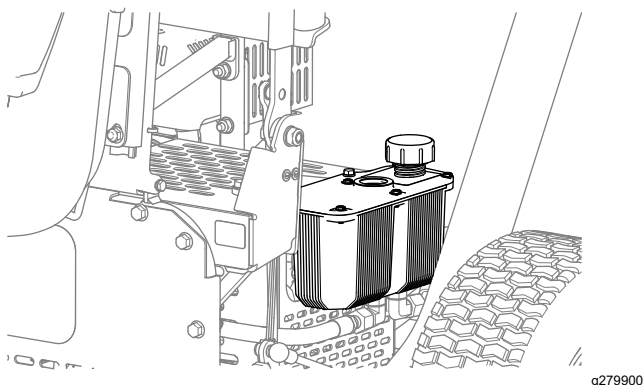

Рисунок 39
2. Снимите крышку гидравлического бака (Рисунок 39).
4. Установите на место крышку бака (Рисунок 39).